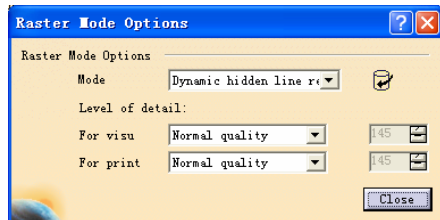

图 6-56
- **Raster (光栅)**: 快速生成大型产品或装配的全局视图, 这些视图和作为图像的视图关联。这使得用户可以将这些视图与 3D 几何图形关联, 并且在零部件或产品发生更改时可以得到更新。单击 **Configure (配置)** 按钮, 将弹出如图 6-56 所示的 **Raster Mode Options (光栅模式选项)** 对话框, 可以根据需要配置光栅模式选项。